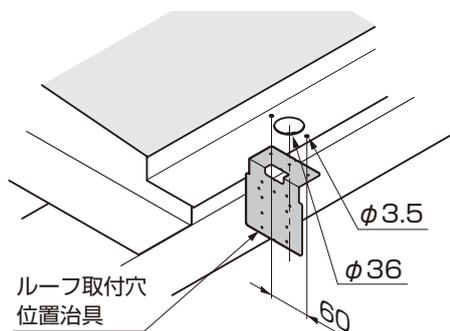

図11-84 A部詳細図
- ①ルーフ取付穴位置治具を樋にあて、ポンチ等でケガキ $\phi 3.5$ 、 $\phi 36$ の穴を樋下部にあけてください。(図11-84参照)
- ②アタッチメントパッキン、雨樋アタッチメントを樋に【8-1】で取付けてください。
- ③加工したボード天井材を取付けてください。
- ④縦樋の長さを調節して、ドレンエルボ、 92° エルボを取付けてください。